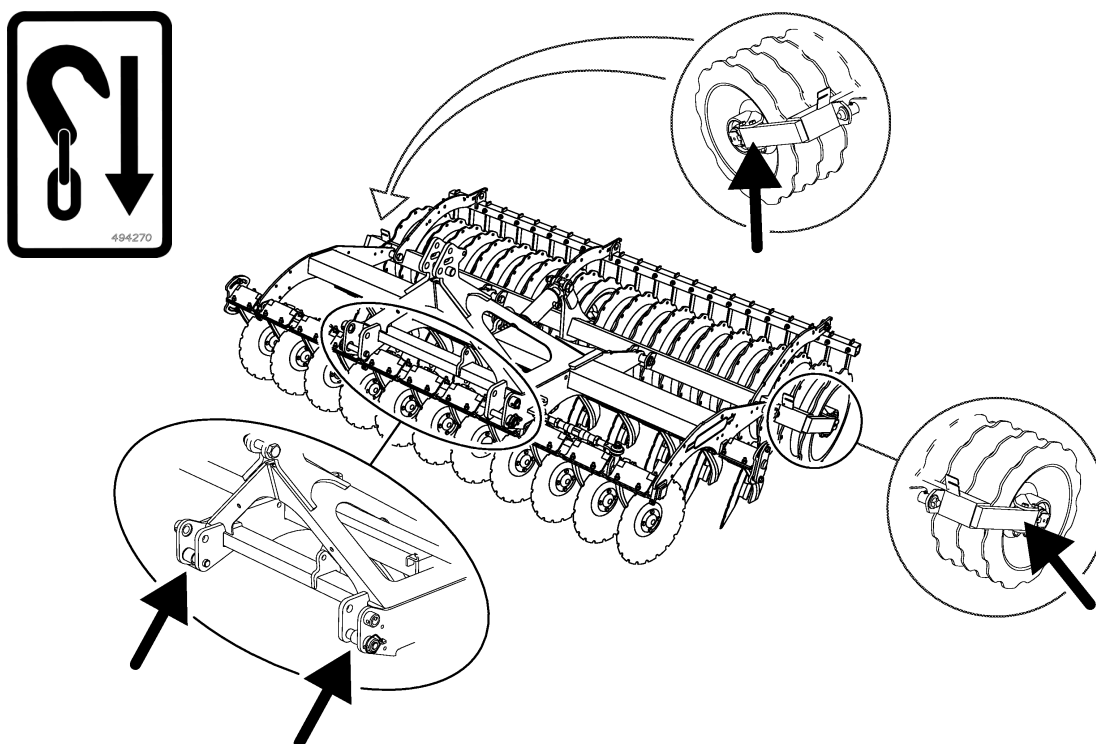

Figure 1.9
- 6 Zajistěte stroj s pomocí vhodných vazacích prostředků v souladu s příslušnými předpisy. Vyvazovací zařízení musí být připojeno ke stroji v místech označených na krytech; viz "Figure 1.9".